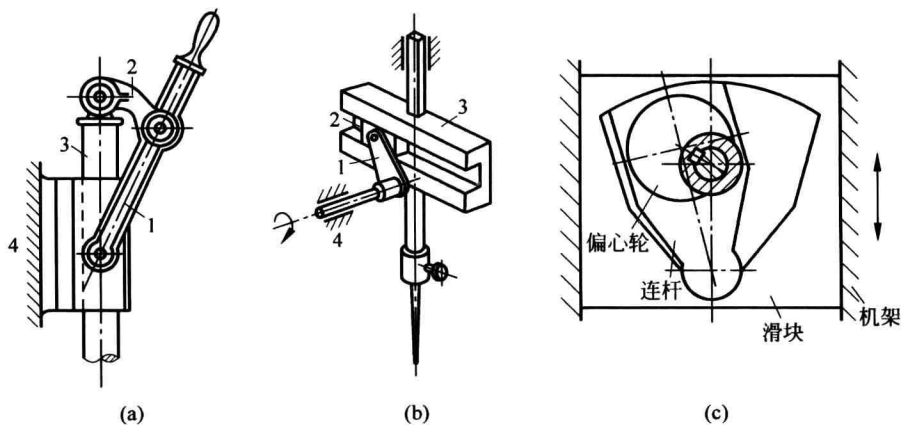
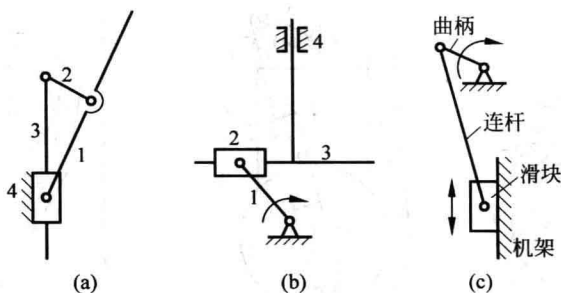

图 1.13 题 1.2.1 图
图 1.14 题 1.2.1 解答
1.2.1 绘制如图 1.13 所示机构的运动简图。
解 图 1.13 所示机构的运动简图如图 1.14 所示。